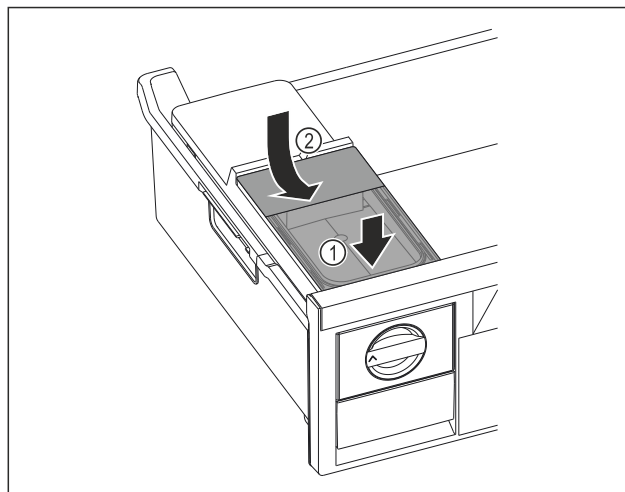

Fig. 77
- ▶ Nasadte vpředu nádržku na vodu. Fig. 77 (1)
- ▶ Spusťte nádržku na vodu vzadu dolů. Fig. 77 (2)